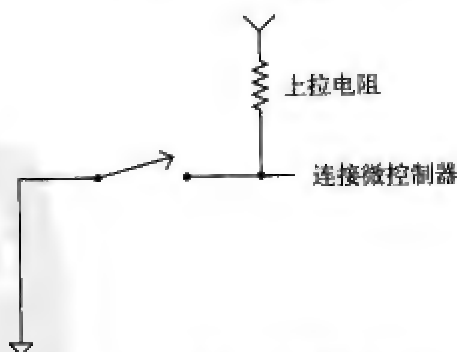
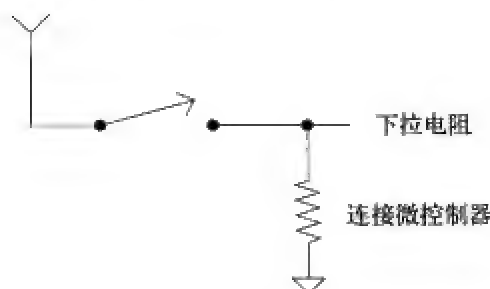

图3-31 拥有上拉电阻的开关
图3-32 拥有下拉电阻的开关
开关可能要算我们遇到的最基本的输入设备了。开关在闭合时具有低阻抗，而在断开时则不与任何东西相连，是一种理想的高阻抗连接。了解这一点十分重要，因为当你把开关连接到一个高阻抗端口时，若开关断开了，则是一个高阻抗^②连到另一个高阻抗。这个方法肯定可以得到超凡的结果。因为阻抗越高，断开一个信号就越容易。要想同这个方法一较高下，就得使用上拉电阻或下拉电阻(如图3-31、图3-32所示)。